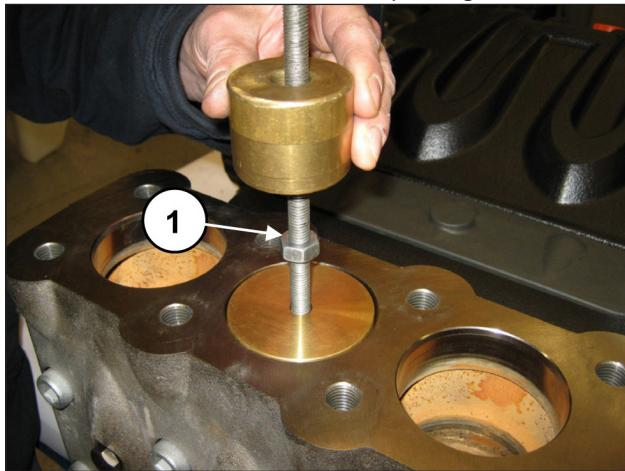

Fig. 96
Extraire le bouchon de soupape en appliquant un chassoir à inertie sur l'orifice M10 du bouchon (rep. ①, Fig. 96).